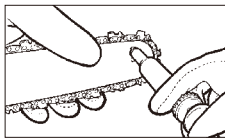

Fig. 20
3. Hvis du bruger en smørepistol (tilbehør), skal du indsætte næsetippen ind i smørehullet, og sprøjt fedtet ind indtil det kommer ud på yderkanten af tandhjulsspidsene (Fig. 20).